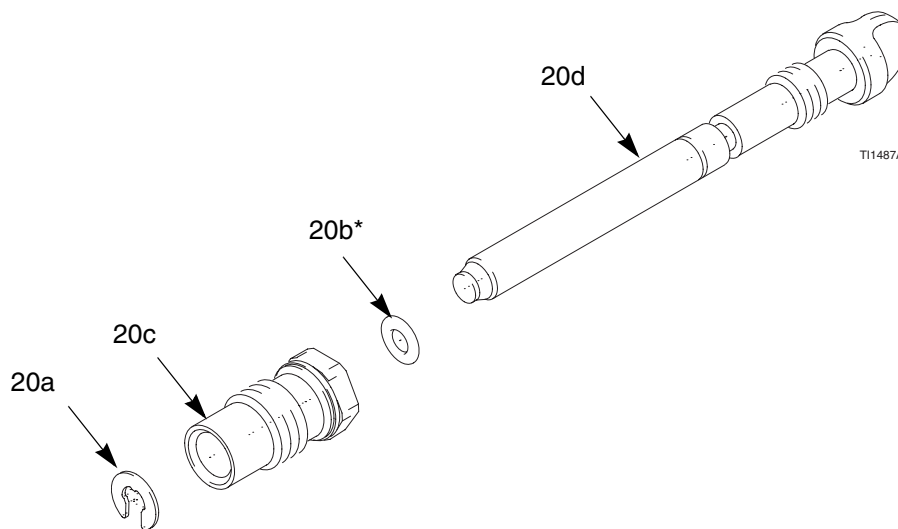

Fig. 31. Vanne de réglage du jet d'air
3. Retirer le circlip (20a). Voir Fig. 31.